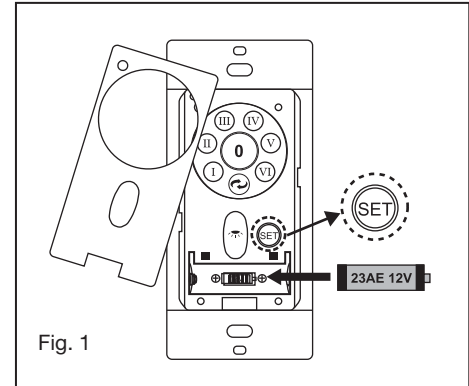

Fig. 1
- 1 Insérez le récepteur dans le haut du boîtier du ventilateur. (Fig. 1) Pour de meilleures performances, assurez-vous que l'antenne noire, à l'extrémité du récepteur, reste déployée et ne s'emmêle avec aucun des fils électriques.
- 1 Déplacez le ventilateur en position sur le support de montage et fixez-le avec les 4 vis fournies. (Fig. 1)
- 3 Placez les trous de clé sur l'ensemble LED sur les 2 vis précédemment desserrées, tournez l'ensemble LED jusqu'à ce qu'il se verrouille en place dans la section étroite des trous de clé. Fixez en serrant les 2 vis précédemment desserrées et celle précédemment retirée. (Fig. 1)
- 1 Retirez la plaque murale existante et l'ancien interrupteur du boîtier de prise murale. (Fig. 1)
- 5 Bouton de réglage du code "SET": Suivez les étapes ci-dessous pour utiliser le bouton de réglage. (Fig. 1)